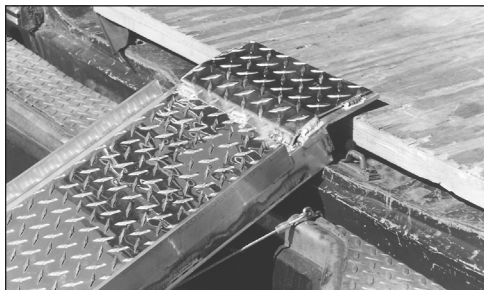

ABB. 1
1. Positionieren Sie die Rampe sicher an der Rückseite des Fahrzeugs (Abbildung 1).